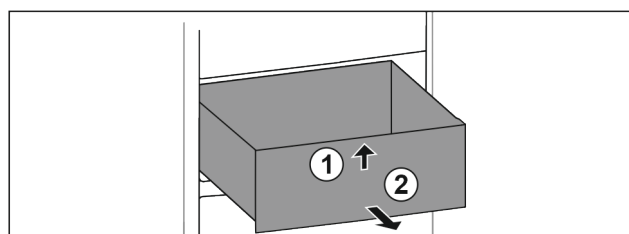

Fig. 32
- Soulever la partie avant du tiroir. Fig. 32 (1).
- Retirer le tiroir par l'avant. Fig. 32 (2)